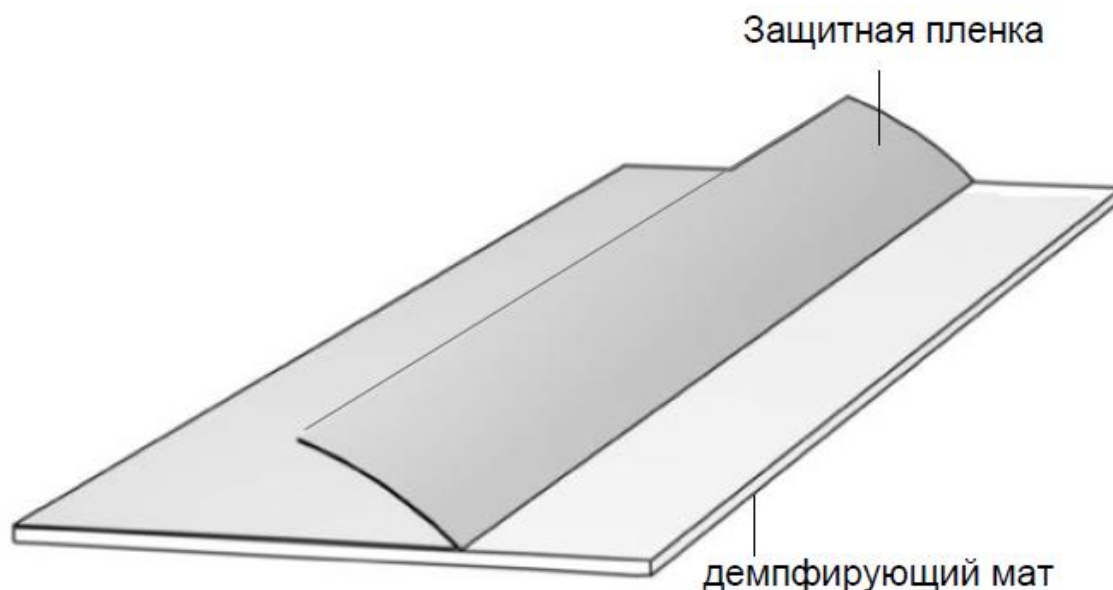

Рис.5.1. Подготовка демпфирующего мата к установке
- удалите часть защитной пленки с клеящей поверхности демпфирующего мата (см. рис. 5.1)